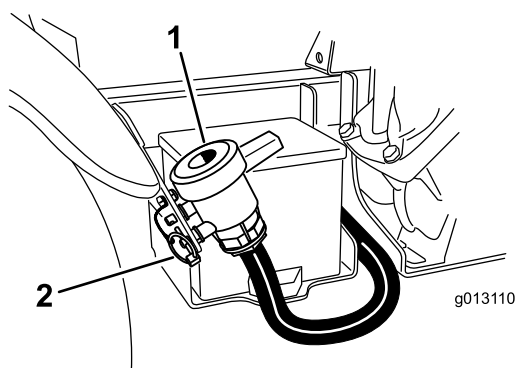

図 25
2. タンクのドレン・バルブは車両の右側にある(図 25)。バルブはバッテリー脇のフェンダー・ブラケットにある。